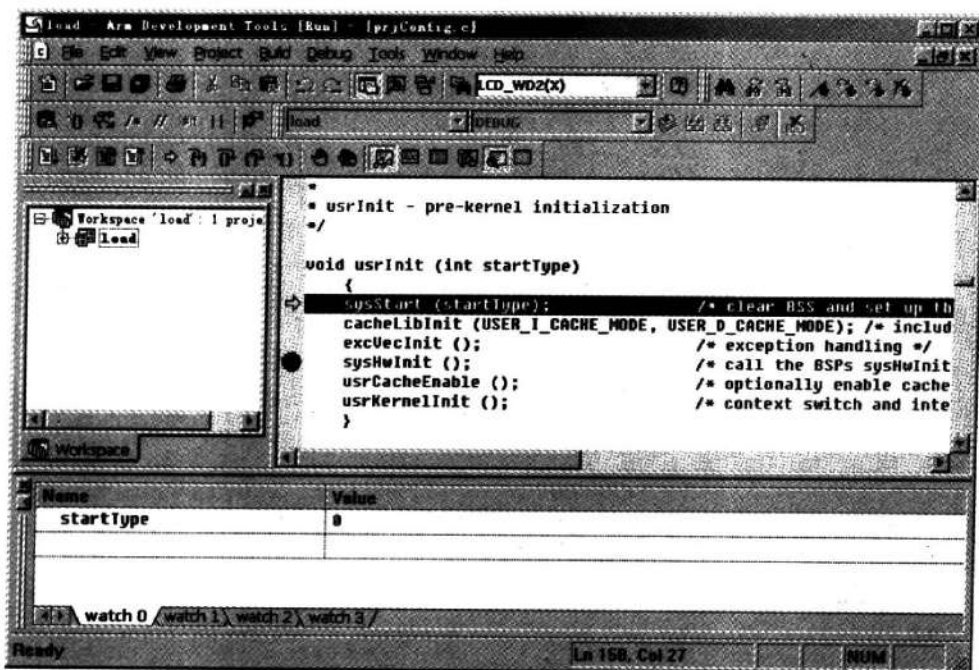

图 4-26 单步跟踪调试
⑥ 单步跟踪以及其他调试。可以使用断点功能,检查程序的执行情况(如图 4-26 所示);也可在目标系统停止运行后,检查变量以及其他信息。